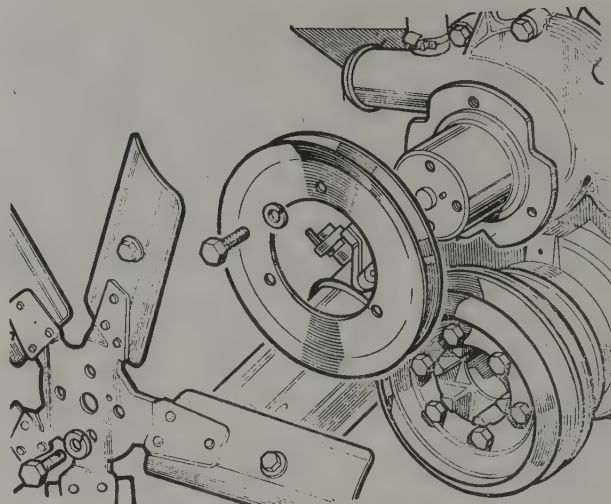

Fig. 1.24. Cooling fan and pulley
- 5 Remove the fan blade pulley wheel. (Fig. 1.24).